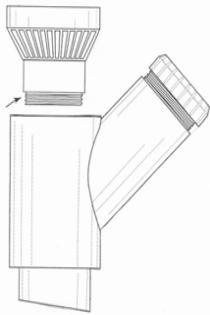

Fig. 1
2. Aplique cinta de plomería a las roscas de la válvula de admisión de aire (AAV) y atorníllela en la estrella (Fig. 1). * Si el espacio es limitado dentro de la caja de salida, instale el AAV después de completar el Paso # 3.